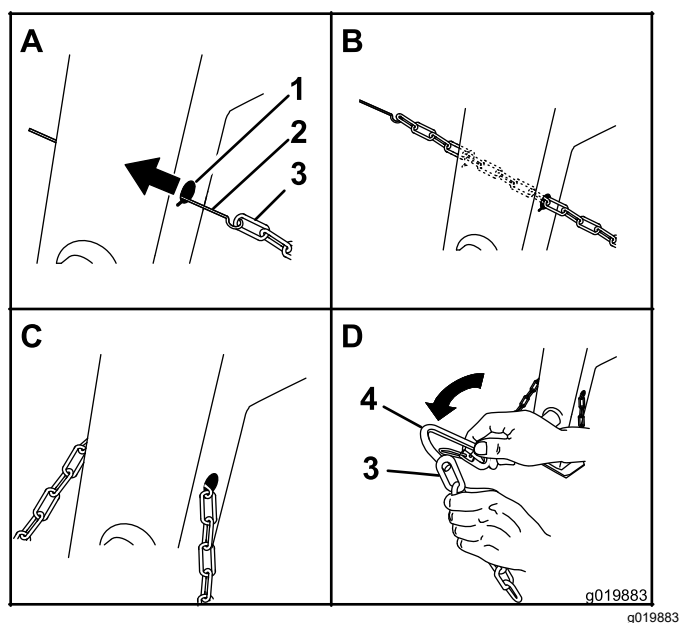

Figura 4
2. Enganche la cadena de seguridad a la varilla o al alambre (Figura 4).